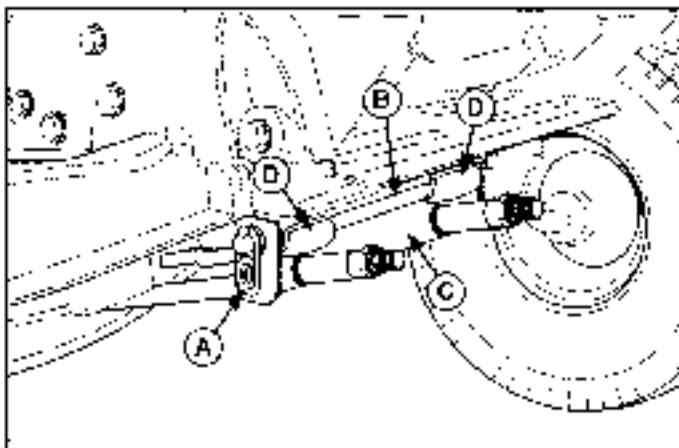

Figura 16. Enganche del cortacésped
6. Gire las ruedas hasta que queden rectas hacia adelante. Apoye el soporte colgante del cortacésped (C). Retire la pinza de seguridad (A, Figura 16) y la barra (B). Baja el soporte colgante del cortacésped (C).
3. Gire las ruedas hasta que queden rectas. Suba el soporte colgante del cortacésped (C, Figura 16). Introduzca la barra (B) en el soporte colgante del cortacésped (C) y los soportes del cortacésped (D). Sujete con la pinza de seguridad (A).